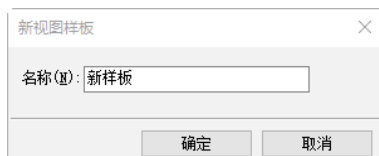

图 1-67 “新视图样板”对话框
(1) 打开一个项目文件，在“项目浏览器”中，选择要从中创建视图样板的视图。
(2) 单击“视图”选项卡“图形”面板“视图样板”下拉列表中的“从当前视图创建样板”按钮，打开“新视图样板”对话框，输入名称为“新样板”，如图 1-67 所示。